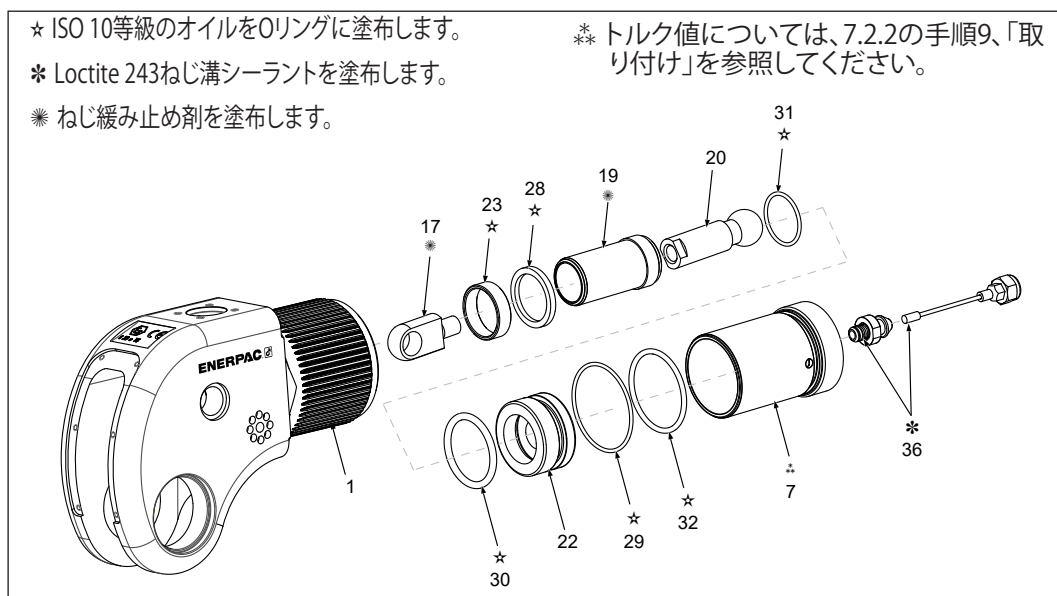
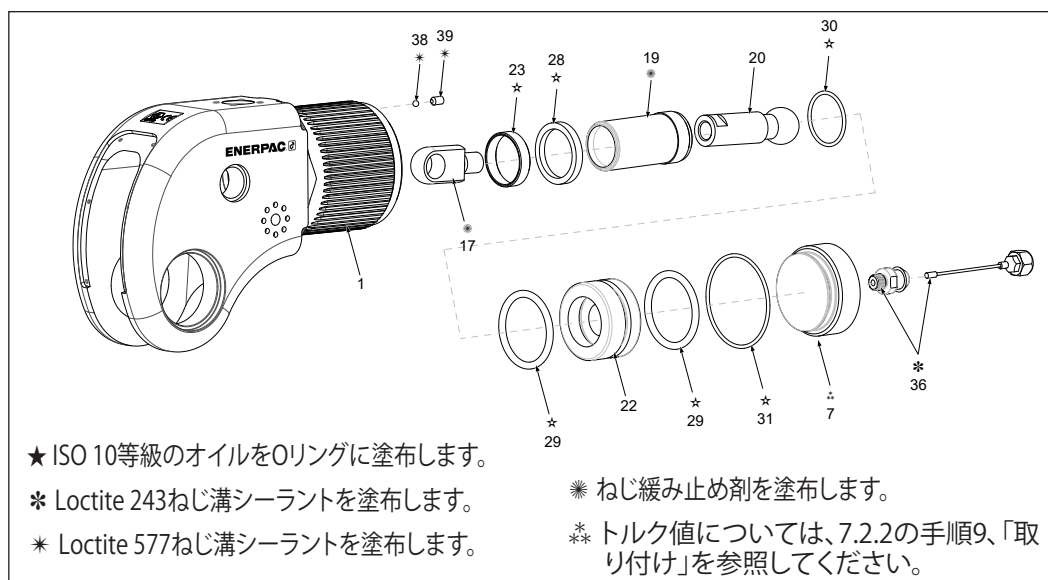

図13: DSX1500、DSX3000、DSX5000ピストンの展開図
図14: DSX11000、DSX25000ピストンの展開図
3. サークリップ固定リング (A) を取り付けます。
7.2.2 ピストンアセンブリ(図13/図14)
・ 再組み立てと取り付け(図13/図14)